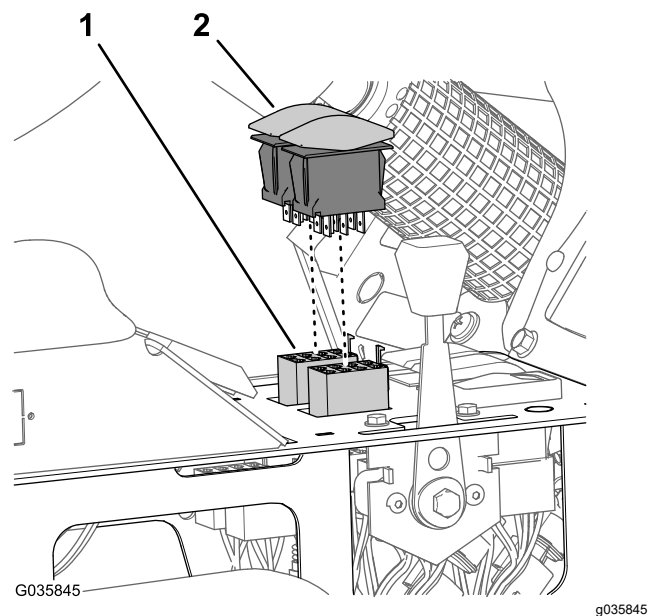

Figura 39
- Deconectai conectorii cu 8 orificii ai cablului mainii de la comutatoarele de ridicare a braului pentru circuitele de comandă a ridicării braului din stânga i din dreapta (Figura 39).
- Conectai comutatoarele culbutor la conectorii cu 8 orificii ai cablului pentru setul de finisare a braului ultra sonic (Figura 39).
- Introduceți comutatoarele de ridicare a braului în deschiderile din panoul consolei centrale până când comutatoarele se fixează bine (Figura 39).